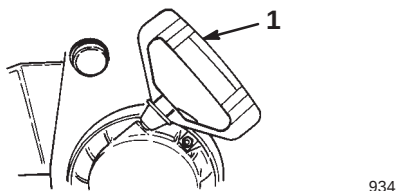

Bild 17
- **Rücklaufstarter** (Bild 17): Der Rücklaufstarter befindet sich hinten am Motor. Ziehen Sie den Rücklaufstarter zum Anlassen des Motors.
8. Fassen Sie den Rücklaufstartergriff (Bild 17) an und ziehen Sie ihn langsam heraus, bis ein Widerstand zu spüren ist. Ziehen Sie dann kräftig durch, um den Motor anzulassen.